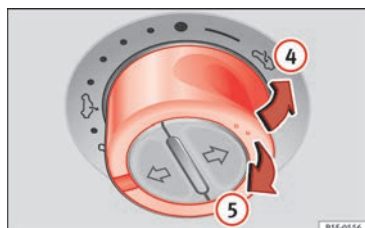

Abb. 12 Im Dachhimmel: Schalter zum Ausstellen oder Absenken des Dachs drücken bzw. ziehen.
• Hochfahren: Drücken Sie den Schalter auf die Position » Abb. 12 ④. Zum Einstellen einer Zwischenposition betätigen Sie den Schalter bis die gewünschte Position erreicht ist.
• Senken: Ziehen Sie den Schalter auf die Position » Abb. 12 ⑤. Zum Einstellen einer Zwischenposition betätigen Sie den Schalter bis die gewünschte Position erreicht ist.